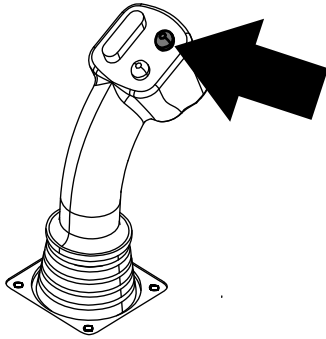
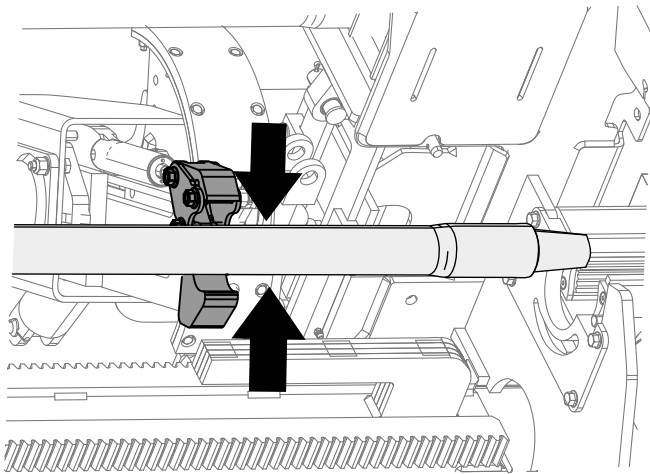

Bild 11
Bild 12
- Halten Sie die obere Taste am Joystick gedrückt, um das Rohr zu fassen (**Bild 11** und **Bild 12**) und lassen Sie die Taste los.